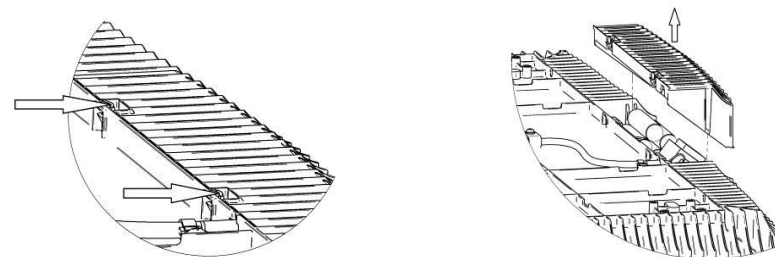

Рисунок 3 Снятие декоративной крышки драйверного отсека
5.3 Для снятия декоративной крышки драйверного отсека необходимо нажав на фиксаторы потянуть крышку вверх (см. рис. 3)